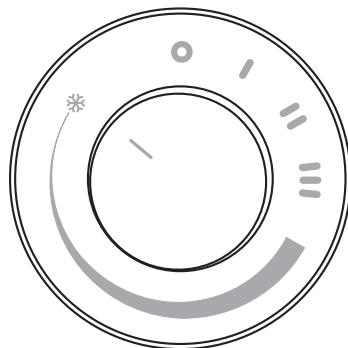

fig. 6
- Per attivare la funzione ANTIGELO ruotare la manopola in modo che il riferimento " I " sia allineato al simbolo " * " sul pannello comandi (fig.6).
*- To activate FROST-PROTECTION function, turn the knob so that reference mark "I" is aligned with the " * " symbol on the control panel (fig.6).*